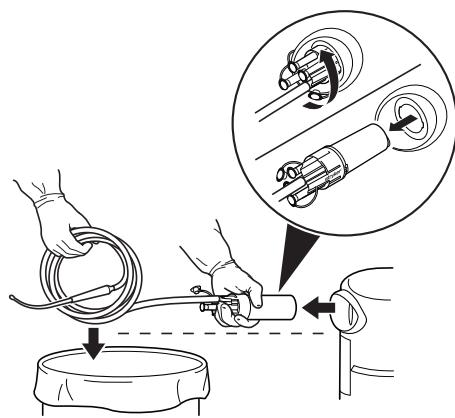

図8 マニホールドとチューブの取り外し
- ロックが外れるまでマニホールドを回したのち、マニホールドを常に水平方向に保ちながら、マニホールドと接続吸引チューブを差込口から引き抜きます(図8)。